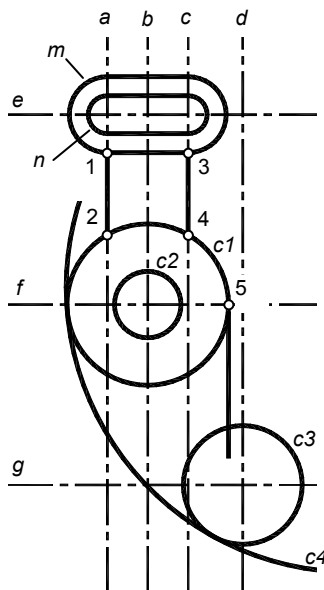

Рис. 1.4. Построение элементов контура
Начнем с построения контуров  $m, n$  — два прямоугольника со скруглениями (рис. 1.4). Для удобства задания размеров перенесем начало координат в точку пересечения осей  $a$  и  $e$ . Перенос осуществляется командой `UCS`, задающей так называемую *Пользовательскую систему координат* (ПСК). Подробно о ПСК см [1—3, разд. 2.5]. Точку пересечения осей нужно указывать с применением объектной привязки [1—3, разд. 2.4]:
Построим отрезки контура 1-2, 3-4 (см. рис. 1.4). Для этого командой **BREAK** (Разорвать) разорвем осевые линии *a* и *c* в точках 1, 2, 3, 4, а затем переведем образовавшиеся отрезки на слой *Контур*:
- проведите отрезок из точки 5, как показано на рис. 1.4: **line** \ укажите с объектной привязкой **Intersection** или **Quadrant** точку 5 \ в режиме **Ortho** переместите курсор вниз и укажите нижнюю конечную точку отрезка вблизи окружности  $\varnothing 25$ , вне ее или внутри \ ПЩ.